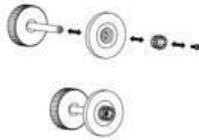

Fig.6
C. Assemblez et remplacez la brosse métallique fine et la brosse en plastique fine. Voir la fig. 6